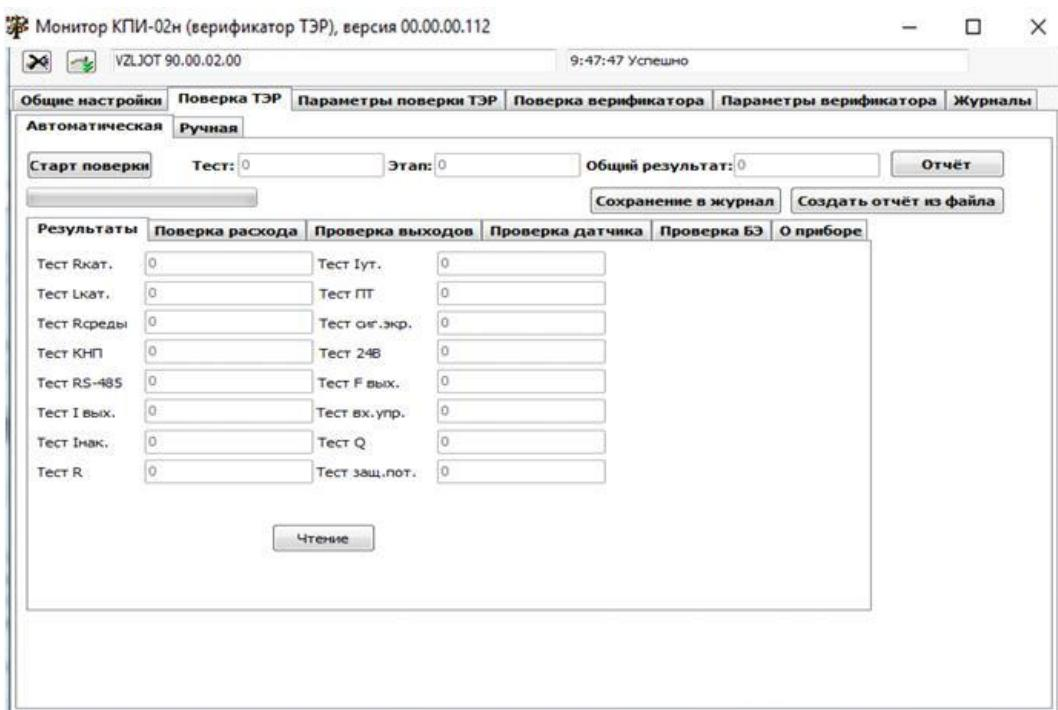

Рис.13. Вкладка «Проверка ТЭР».
В случае неудачного прохождения теста на индикаторе КПИ появляется сообщение об ошибке, например, (рис.13):
4.2.1. Проверка ТЭР при помощи программы «Монитор КПИ-02н» также может производиться как в автоматическом, так и в ручном режимах. Вкладка программы «Проверка ТЭР» приведена на рис.13.